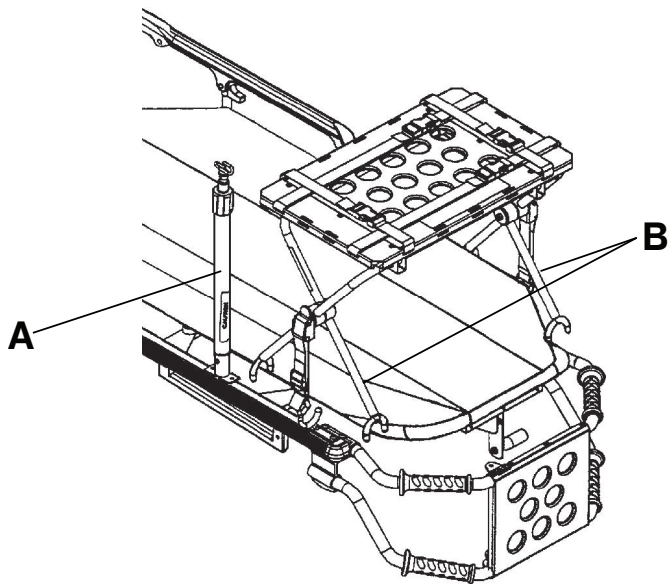

Figura 26 – Eleve la percha i.v. y coloque la bandeja para el desfibrilador (se muestra el modelo 6506)
3. Si el producto está equipado con una percha i.v., levante esta (A) hasta la posición superior (Figura 26).
5. Coloque las patas interiores (B) de la plataforma para el desfibrilador hacia el extremo de la cabeza del producto (Figura 26).